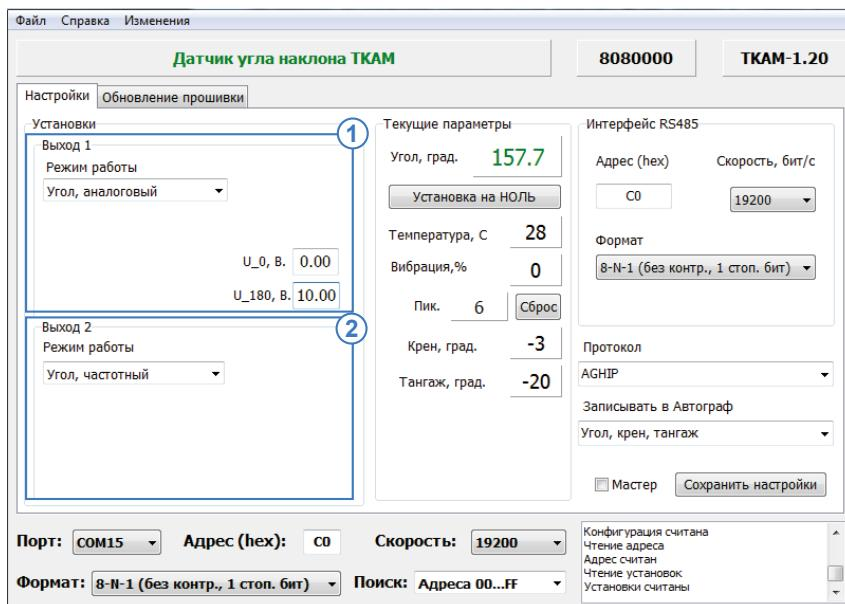

Рис.22. Настройка режимов «Аналоговый» и «Частотный».
**Режим «Угол аналоговый» выхода 1 (Рис.22, п.1).** В этом режиме на Выходе 1 датчика формируется напряжение, пропорциональное измеренному значению угла наклона. Для данного режима необходимо настроить напряжение, соответствующее нулевому углу – «U\_0, В» и напряжение, соответствующее углу 180° – «U\_180, В». Диапазон выходного напряжения должен быть задан с учетом входных характеристик устройства, к которому подключается датчик «TKAM».
**Режим «Угол, частотный» выхода 2 (Рис.22, п.2).** В этом режиме на Выходе 2 формируется импульсный сигнал (мейндр) с частотой, пропорциональной измеренному значению угла наклона. Диапазон выходного сигнала в этом режиме – от 200 до 2000 Гц.